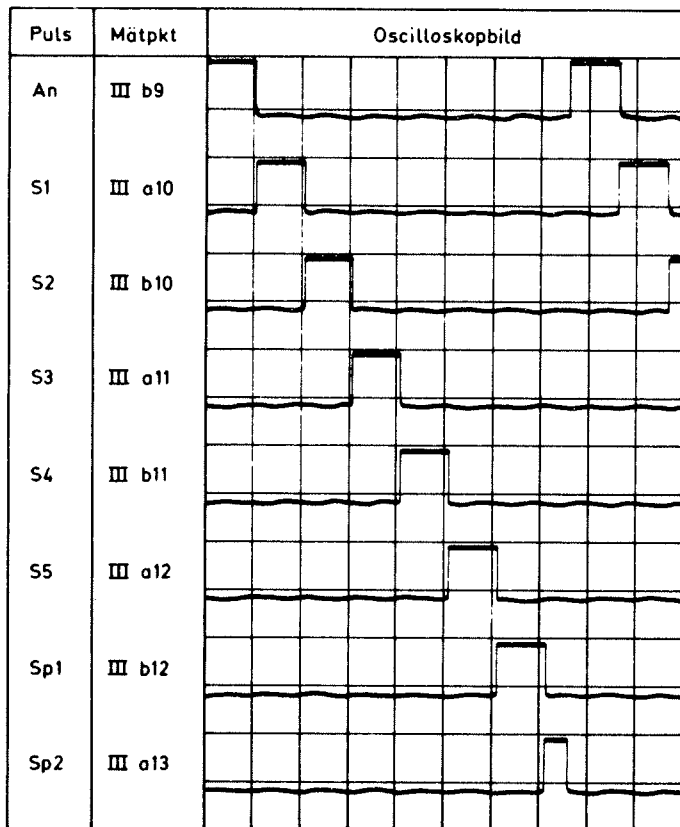

Bild 1
- Mät upp följande pulser på hylstag III, bild 1